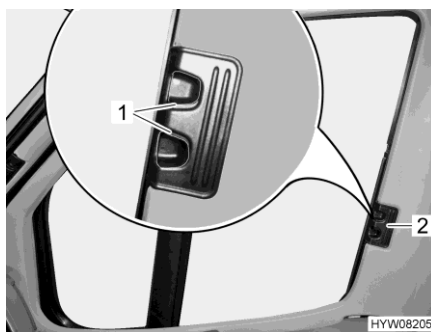

Fig. 24 Estor plegable (ventana del conductor/acompañante)
- Comprimir los botones corredizos de bloqueo (Fig. 24,1) y mantenerlos comprimidos.
- Cerrar los estores plegables para la ventana del conductor y la ventana del acompañante tirando en el tirador (Fig. 24,2) hacia el otro lado de la ventana y uniéndolos en las tiras magnéticas.
- Introducir los estores plegables para la ventana del conductor y la ventana del acompañante hasta el tope desplazando el tirador (Fig. 24,2).
- Soltar los botones corredizos de bloqueo (Fig. 24,1) y dejar que engatillen.